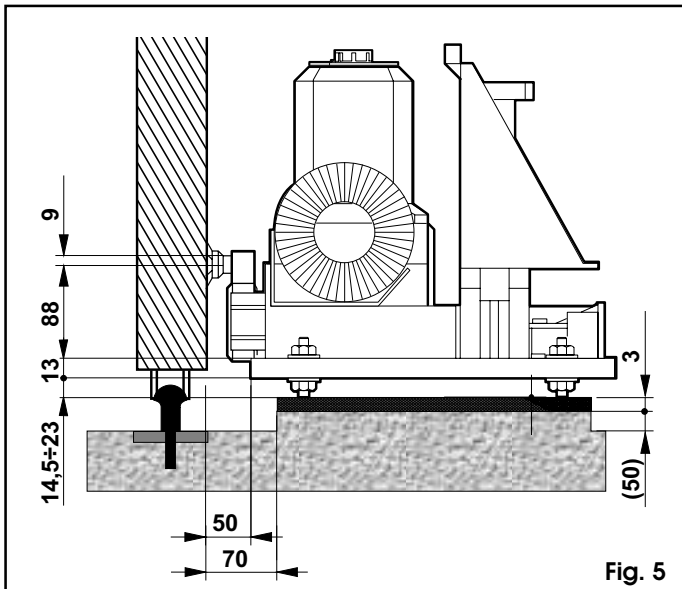
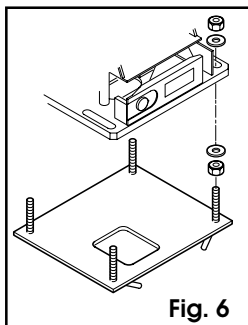

Fig. 5
Fig. 6
N.B.: il est préférable de poser la plaque sur un socle béton à environ 50 mm du sol (fig.5).
6) Poser l'opérateur sur la plaque au moyen des écrous et rondelles fournis comme indiqué fig.6. Le positionnement de l'opérateur est représenté en fig.5.